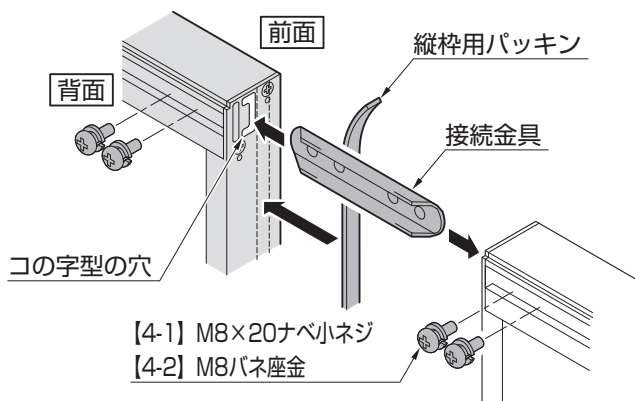

図3-6 接続金具の取付け
- ② パネル側面の前面側のコの字型の長穴に接続金具を挿入し、【4-1】、【4-2】で固定してください。(図3-6参照)
- ③ 連結するパネルの長穴に接続金具を差込み、【4-1】、【4-2】で固定してください。